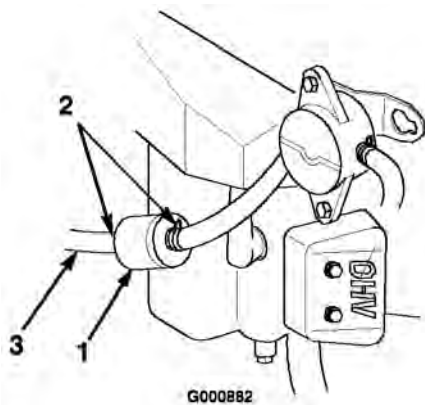

Bild 33
5. Lockern Sie die Schlauchklemme am Kraftstofffilter und schieben Sie sie an der Kraftstoffleitung weg vom Kraftstofffilter (Bild 33).
6. Ziehen Sie die Kraftstoffleitung vom Filter (Bild 33).
4. Drücken Sie die Enden der Schlauchklemmen zusammen und schieben Sie sie vom Filter weg (Bild 33).
6. Setzen Sie einen neuen Filter ein und schieben Sie die Schlauchklemmen an den Filter heran (Bild 33).